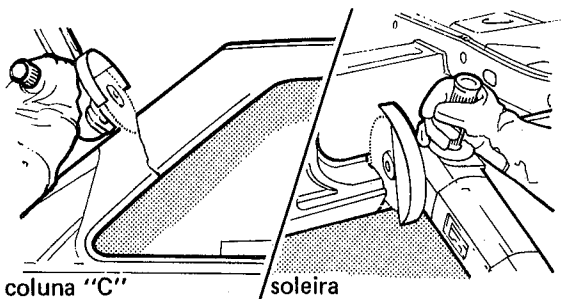

fig. 120
8. Cortar o painel lateral traseiro nas colunas "B", "C" e soleira (fig. 120)